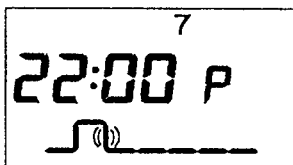

Fig. 5.16
Programmeringstasten (7) trykkes ind igen (fig. 5.16) og med Funktionstasten - ændres urets klokkeslet til kl. 09.00 (fig. 5.17),